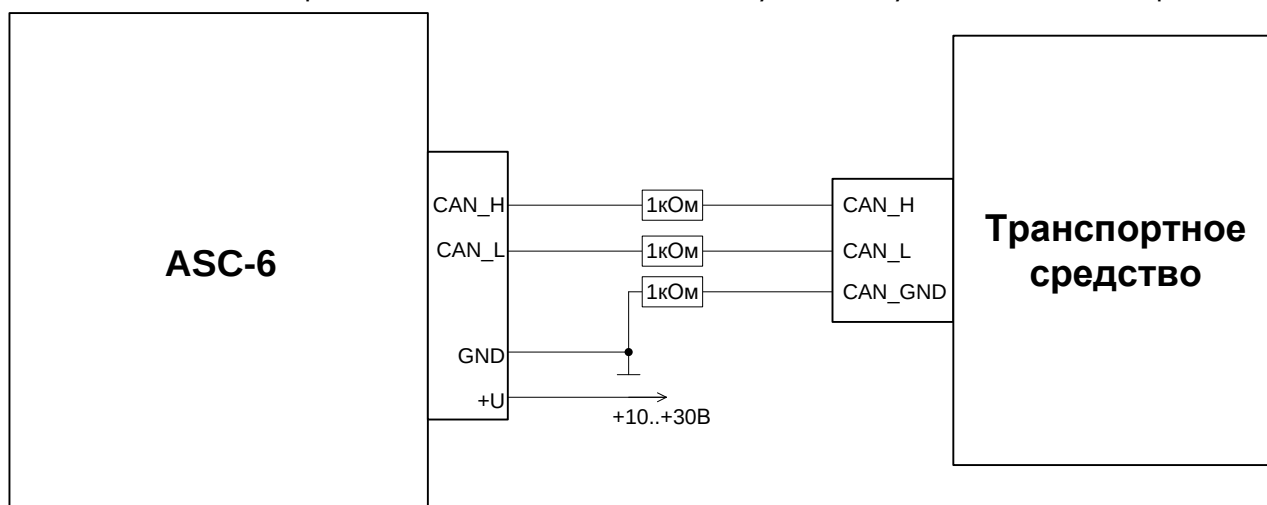

Рис. 7. Схема подключения терминала непосредственно к CAN шине.
При подключении непосредственно к CAN шине используйте схему подключения на рис. 7.
- каталог LOGсфайлами в формате YYYYMMDD.dat. Где YYYY– год, MM– месяц, DD-день журналируемых пакетов. С началом каждого нового дня создается новый файл с журналируемыми пакетами.) каталоги с названиями маршрутов (см. рис.7). Запишите в каталоги с маршрутами звуковые файлы в формате wav, 8кГц, 16bit. В каждом каталоге с маршрутом создайте файл с описанием route.txt. Длина имен каталогов и файлов не должна превышать 16 символов с расширением. Имена могут содержать только символы английского алфавита и цифры.